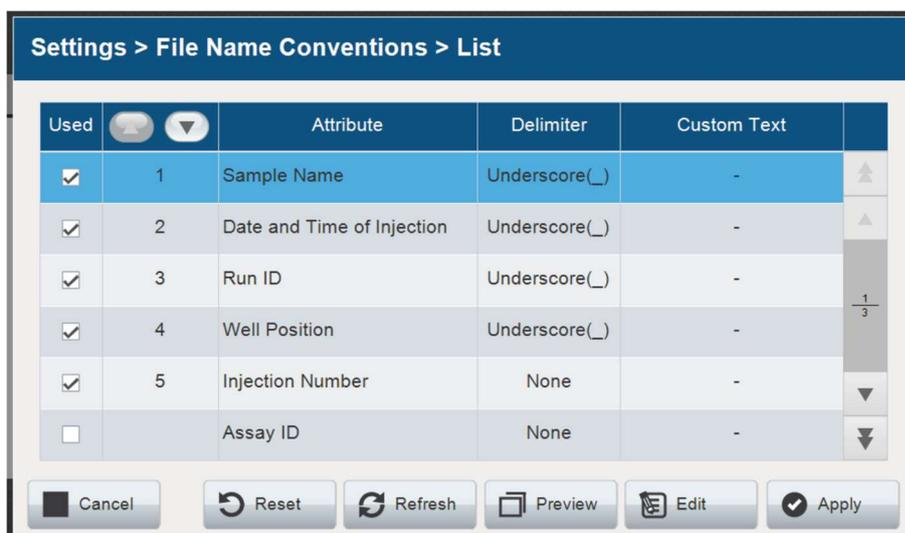

図 170 File Name Conventions List 画面
- File Name Conventions List 画面（図 170）から編集する列を選択し、**Edit** を選びます。